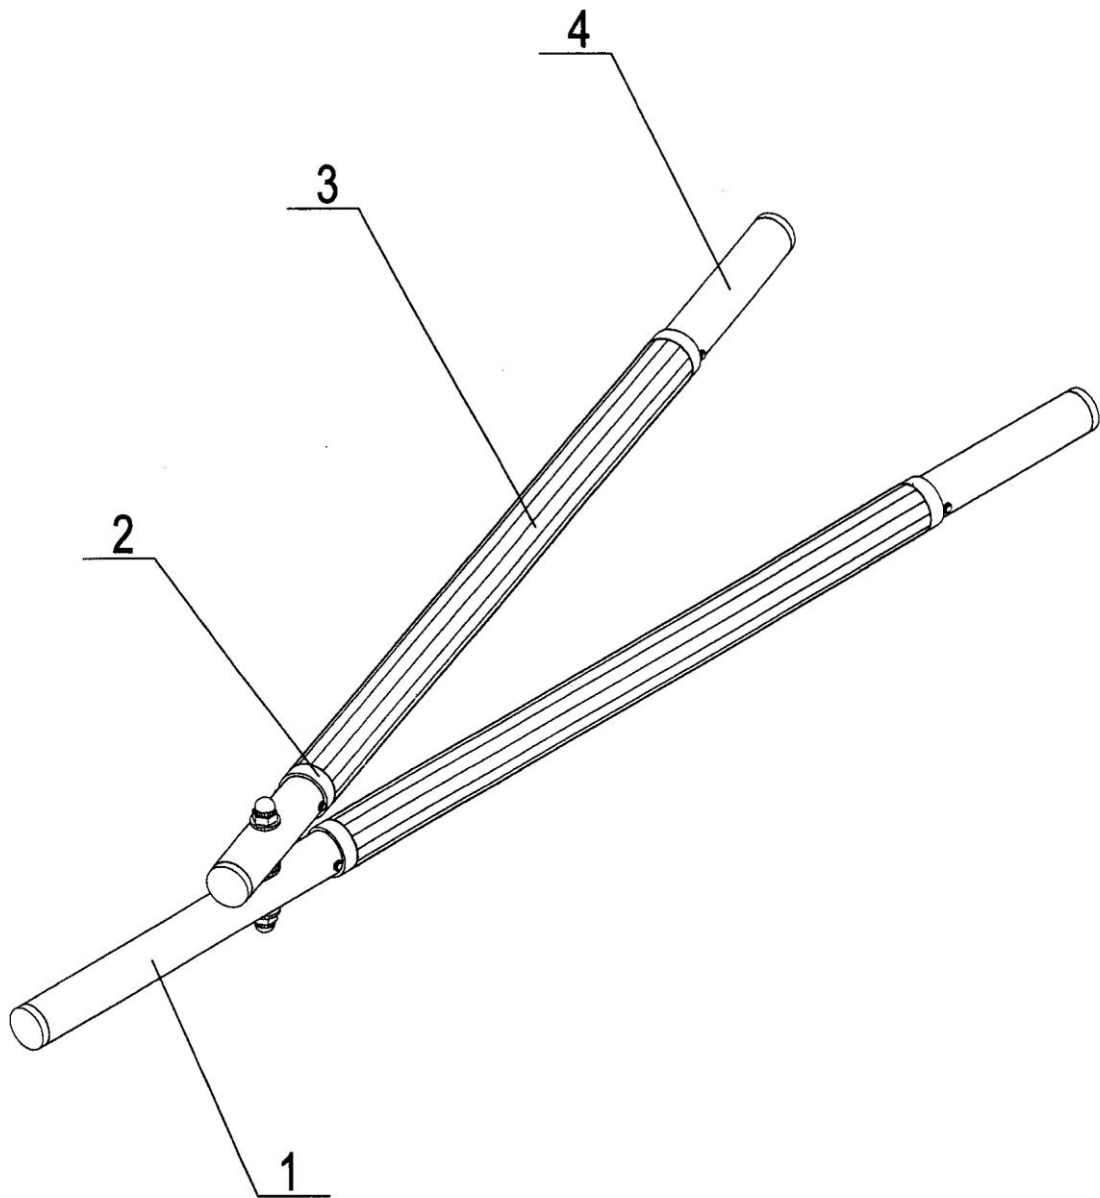

Fig. 1
Walcarka ręczna według wzoru przemysłowego ukazana została na rysunku fig. 1 w widoku ogólnym.
Walcarka ręczna według wzoru przemysłowego zbudowana jest z dwóch prętów połączonych z sobą obrotowo w jednej osi, przy czym jeden z prętów jest dłuższy od drugiego. Na prętach osadzone są obrotowo tuleje umocowane w opaskach unieruchomionych na prętach, a pozycjonowanych w stałej odległości od wspólnego końca prętów. Pomiedzy obrotowe tuleje, wykonane z materiału o dużym współczynniku tarcia, wkłada się częściowo opróżniony worek z plastycznym materiałem budowlanym, na przykład z klejem do wykładzin ceramicznych, a następnie przesuwając walcarkę wzdłuż worka wyciska się z niego pozostałą ilość materiału budowlanego, tak jak to pokazano na rysunku fig. 1. Walcarka ręczna według wzoru przemysłowego zbudowana jest z dwóch prętów wykonanych z rury aluminiowej, przy czym pręt (1) jest dłuższy o wielkość uchwytu (4). Pręty posiadają obrotowe tuleje (3) umocowane w opaskach (2) pozycjonowanych na prętach przy pomocy zawleczek. Pomiedzy obrotowe tuleje (3), wykonane z materiału o dużym współczynniku tarcia, wkłada się częściowo opróżniony worek z klejem do wykładzin ceramicznych, a następnie ręcznie przesuwając walcarkę wzdłuż worka chwytając oburącz uchwyt pręta (1) i ściskając oba uchwyty (4) po drugiej stronie walcarki, wyciska się z worka pozostałą ilość kleju.